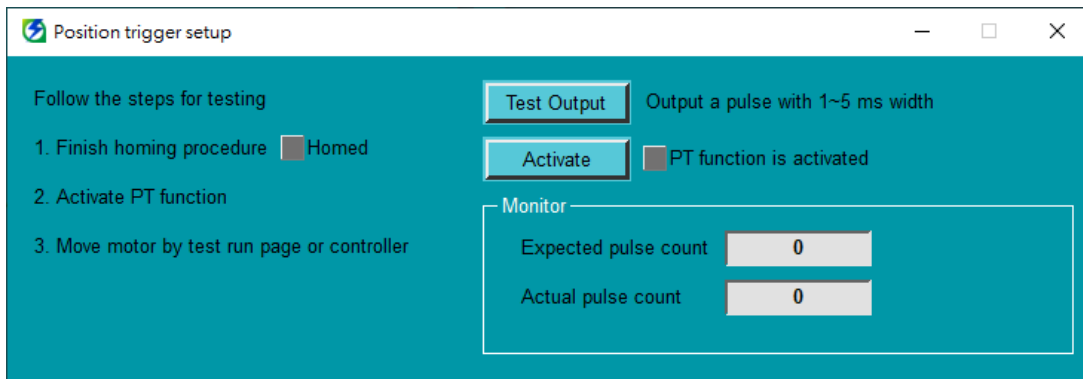

図 9.9.4.1
1. 図 9.9.4.1 の左側の指示に従ってテストを実行します。